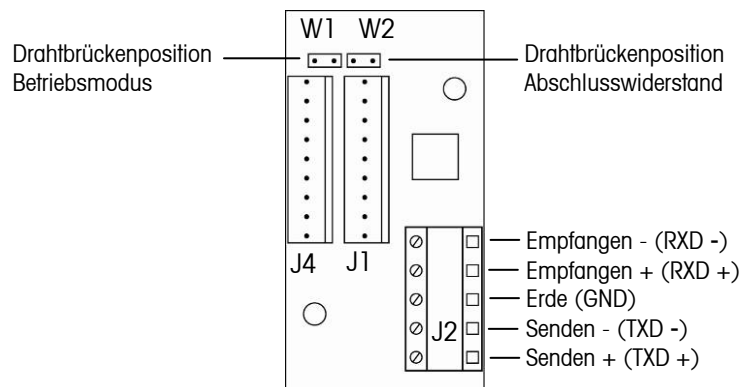

Abbildung 2.2 RS485-Anschlüsse
- Schließen Sie die Drähte an Klemmenblock J2 an (siehe Abb. 2.2).